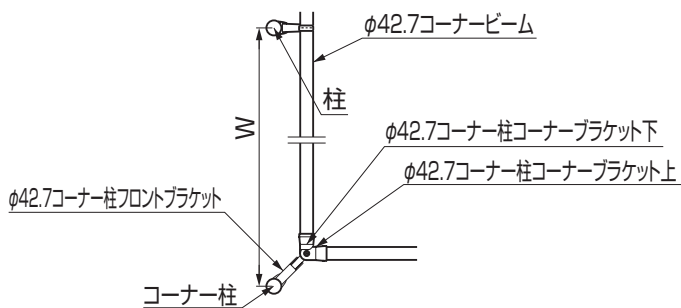

図10-3 90°時入隅仕様
- 下段φ42ビーム仕様の場合は、Lが2000mm以下、Wは2000mm以下、下段φ34ビーム仕様の場合は、Lが1500mm以下、Wは1500mm以下で施工してください。（図10-2、図10-3参照）